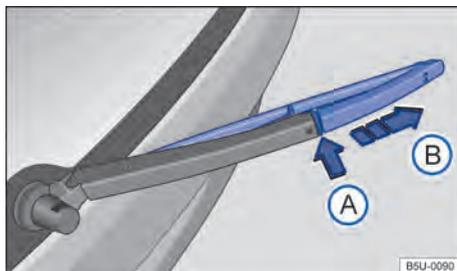

Fig. 162 Substituir a palheta do limpador do vidro traseiro.
- Manter o botão de destravamento → Fig. 162 ① pressionado.
- Retirar a palheta do limpador do vidro traseiro no sentido da seta ②.